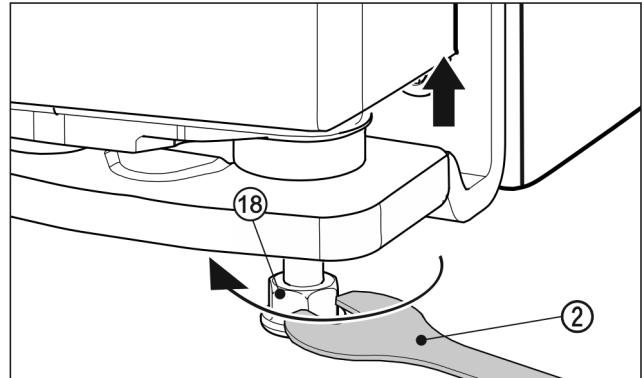

Fig. 25
- Voor het optillen van de deur de stelvoet Fig. 25 (18) er met de meegeleverde steeksleutel Fig. 25 (2) rechtsonder uitdraaien tot contact met de ondergrond voorhanden is. Dan verder draaien tot de deur in hoogte is veresteld. Bij levering is de lagerbout er volledig ingedraaid.